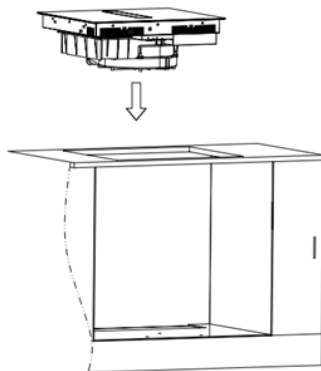

Рис. 5
4. Опустите прибор с вытяжной трубой в вырез в кухонном шкафу (Рис. 5).